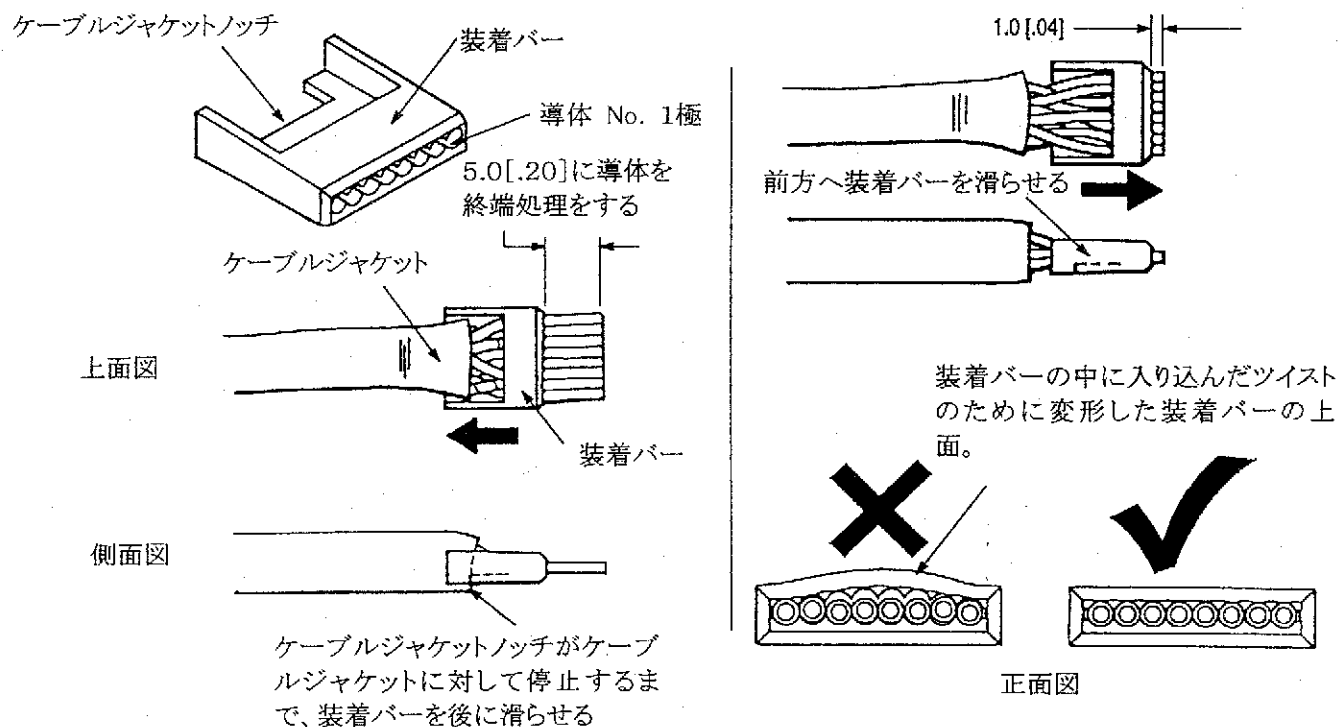

図 6
4. 導体(要求された方向の)をプラグアッセンブリーに含まれる導体管理装着バーに挿入する(図6参照)。ヒント;ケーブルノッチと導体管理範囲の間の、装着バーの「フロア」は8導体の先端を揃えるのに利用でき、これは導体を装着バーに挿入するのに有効。ジャケットがロード・バーの底部のノッチ内に収まるまで、装着バーを完全にツイスト導体にスライドダウンさせる。装着バーの前のエッジに合わせて直角に導体を終端処理をし、各導体のおよそ5.0 [.2]が装着バーから突き出る様にする。
5. 導体のおよそ1.00 [.039]が露出するように、導体の先端に向かって装着バーを滑らせる。装着バー/ケーブルサブアセンブリをモジュラープラグハウジングに挿入する;ケーブルジャケットが挿入の後に装着バーのノッチの中にあると確かめる。装着バーは、それがハウジングに挿入される様に、所定の位置にスライドバックする。(側面図) 図6参照。導体はノッチとジャケットの間に見えないこと。